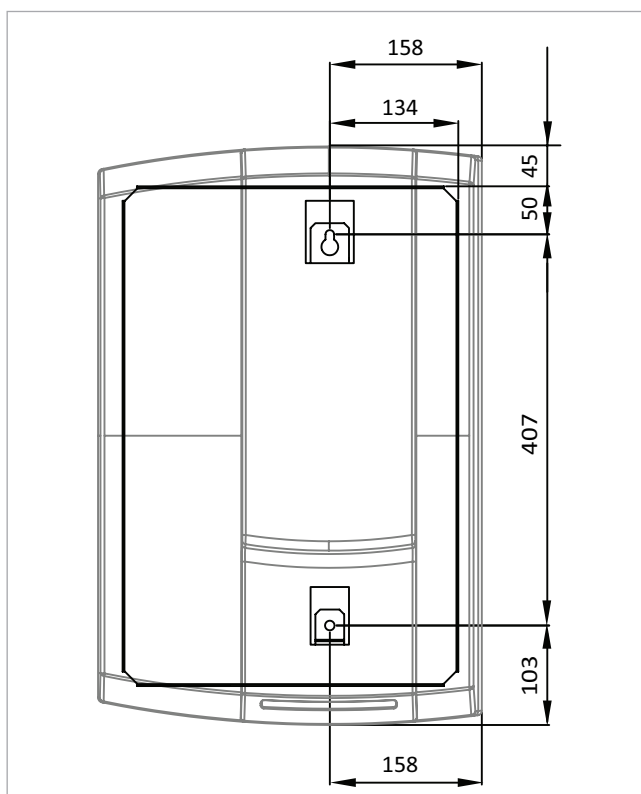

Abb. 9: Maße für Bohrlöcher
1. Zwei Löcher mit einem Durchmesser von 10 mm entsprechend → Abb. 9 anzeichnen, bohren und mit Spreizdübel versehen.